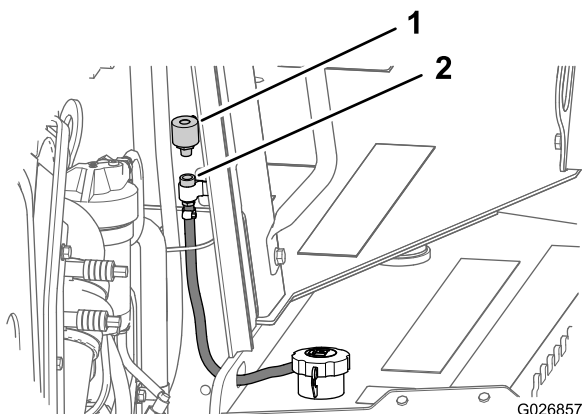

Рисунок 73
2. На передней стороне панели моторного отсека снимите сапун с трубной муфты, вращая сапун против часовой стрелки (Рисунок 73).
3. Установите новый сапун в трубную муфту и затяните его от руки (Рисунок 73).